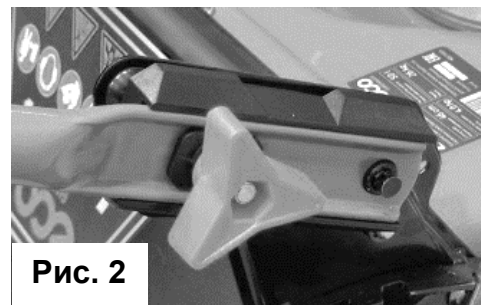

Рис. 2
3. Установите нижнюю часть рукоятки как показано на иллюстрации и зафиксируйте ее при помощи зажимных механизмов с пластиковой шайбой (а), как показано на рис. 2.